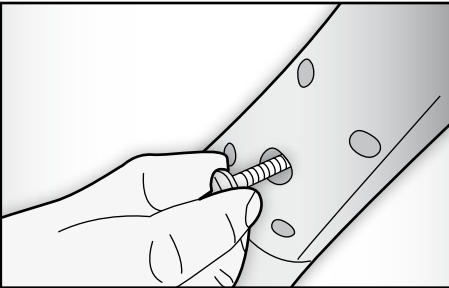

Fig. 4
- inserire la vite (N) in dotazione nell'apposito foro sul manico (M) e, con l'ausilio di un cacciavite, bloccare quest'ultimo saldamente (Fig. 4).